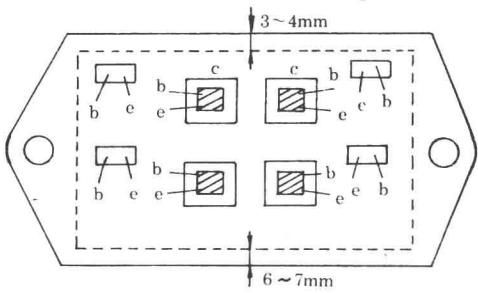

图 9
- 如图 9 所示，用锋利刻刀沿虚线反复刻划，划透后用改锥撬去塑块，即露出 IC 内部电路。在中心位置可见 4 个 $13 \times 13\text{mm}^2$ 左右的功率管，两旁各有 2 个 $2 \times 6\text{mm}^2$ 左右的推动管。用万用表测量，找出损坏的功率管。